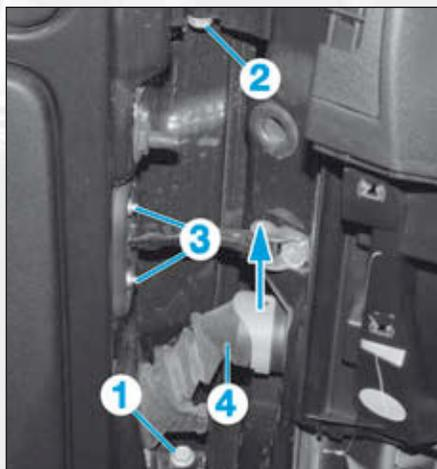

FIG.79
- la vis (1) de la charnière inférieure (Fig.79),
- la vis (2) de la charnière supérieure,
- les 2 écrous (3) du tirant.
- Déverrouiller suivant la flèche puis débrancher le connecteur (4) de la porte.